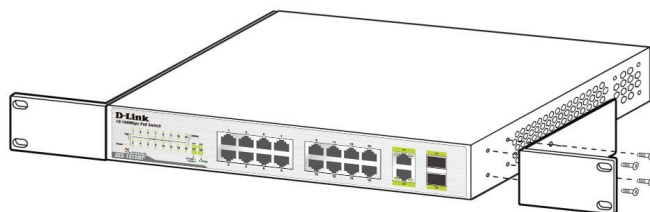

Рис. 3. Крепление кронштейнов
1. Прикрепите кронштейны к боковым панелям коммутатора (как показано на **Рис. 3**) и зафиксируйте их с помощью входящих в комплект поставки винтов.